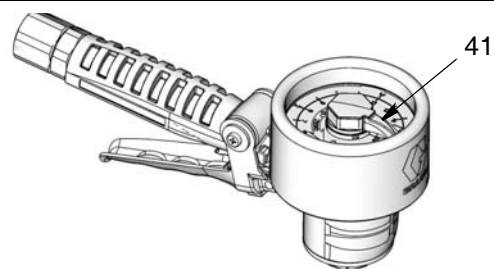

FIG. 9
1. Tournez la buse (101) à verrouillage automatique par rotation dans le sens antihoraire pour ouvrir la buse. Introduisez la buse dans le récipient de fluide et actionnez la gâchette (12).
2. Observez le mouvement du pointeur (41) du compteur sur le cadran (37) du compteur. Lâchez la gâchette (12) lorsque quantité voulue de liquide a été distribuée.
3. Tournez le pointeur (41) du compteur dans le sens antihoraire pour le faire revenir à « 0 » avant de distribuer de nouveau. Voir la FIG. 9